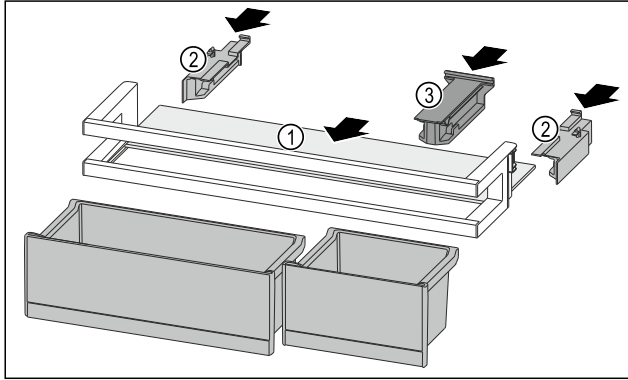

Fig. 231
- ▶ Abstellfläche Fig. 231 (1) in die seitlichen Aussparungen einschieben.
- ▶ Seitenteile Fig. 231 (2) einsetzen.
- ▶ Halteteil Fig. 231 (3) einsetzen.